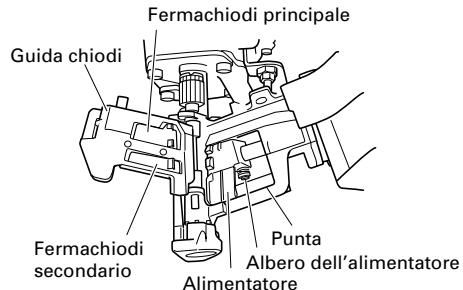

Fig. 14
- (2) Aprire la guida chiodi e rimuovere polvere, ecc. come mostrato nella **Fig.14**. Applicare lubrificante alla scanalatura di scorrimento dell'alimentatore e all'albero dell'alimentatore. Controllare che il fermachiodi principale e il fermachiodi secondario scorrono bene premendoli con un dito.